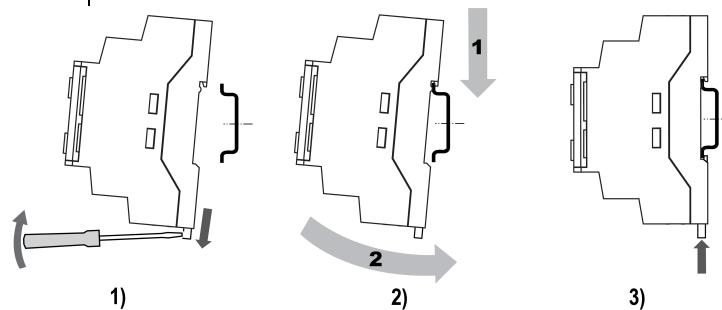

Рисунок 1 – Монтаж і демонтаж пристрою
- Вставивши викрутку в ущівку, відтягнути засувку (див. рисунок 1, 1). Пристрій встановити на DIN-рейку.
- Пристрій притиснути до DIN-рейки (див. рисунок 1, 2, стрілки 1 і 2). Викруткою повернути засувку в початкове положення.